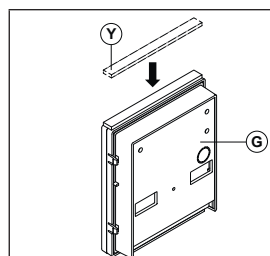

Fig. 5
Applicare la guarnizione adesiva (Y) come mostrato in Fig. 5.